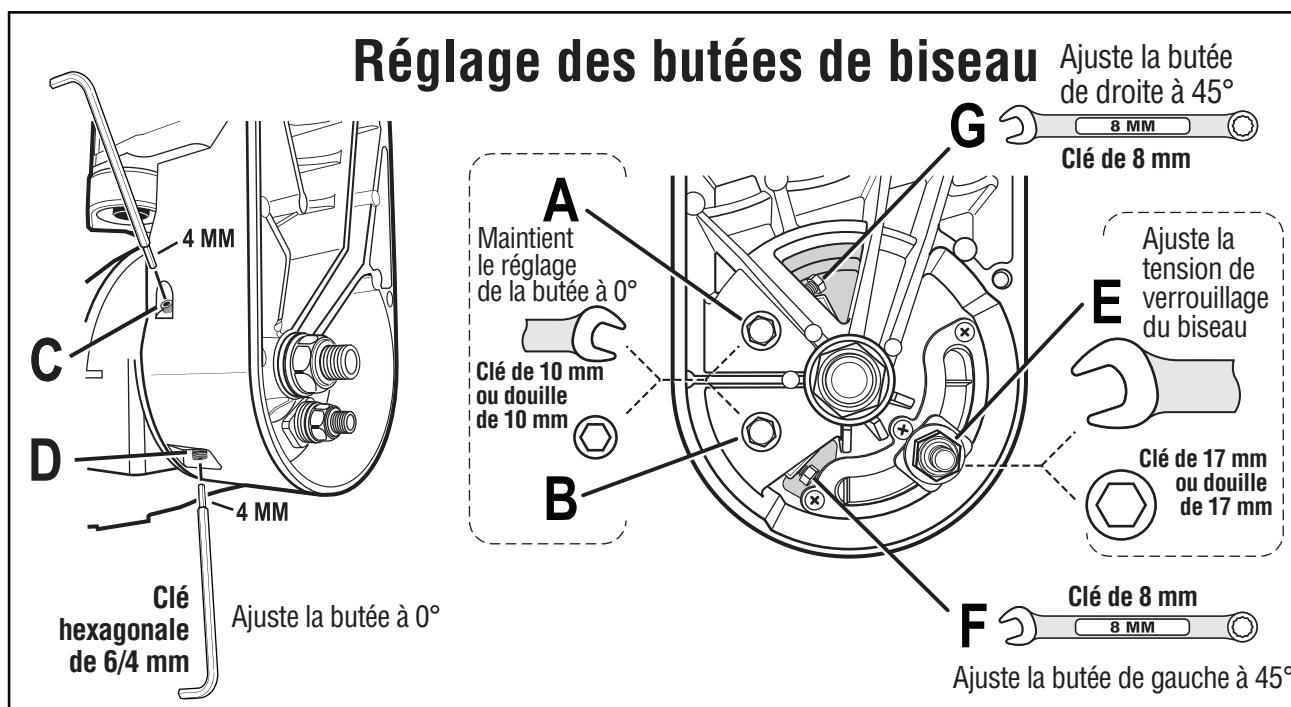

Figure 25
- Placez une clé à molette de 8 mm sur la tête du boulon « F » (voir Figure 25).